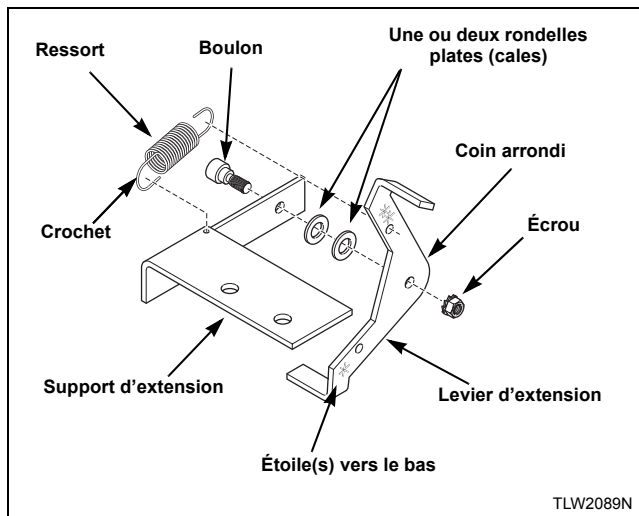

Figure 27
4. Installer le levier d'extension en plaçant le coin arrondi éloigné de l'équerre d'extension et en utilisant un boulon, une ou deux rondelles plates (cales) (utiliser les rondelles incluses dans la trousse) et un écrou. Se reporter à la *Figure 27*. Refermer les crochets après installation.
6. Insérer les crochets du ressort d'extension dans le trou de l'équerre et dans le trou de la branche supérieure du levier. Se reporter à la *Figure 27*.